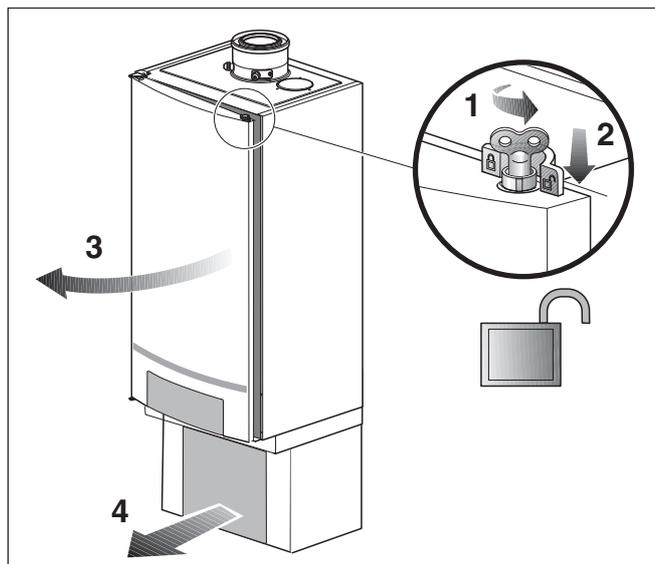

Fig. 45 Aprire il portello della caldaia
- Allentare di un quarto di giro la chiusura del portello della caldaia con la chiave di sfiato (fig. 45, **zoom**).
- Premere verso il basso la chiusura (fig. 45) e aprire il portello della caldaia.
- Togliere il cofano di copertura del gruppo di collegamento (gruppo pompa) (fig. 45).